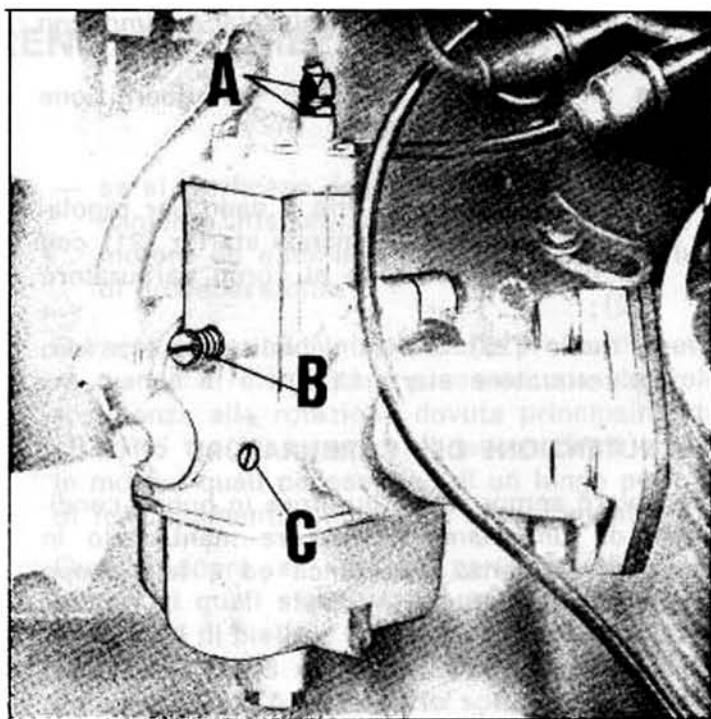

Fig. 78
- 2 - controllare la sincronizzazione delle valvole gas; questa operazione va eseguita con il contenitore filtro e manicotto di collegamento carburatori smontati; mentre si fa ruotare la manopola comando gas, con le dita a contatto delle valvole gas sui carburatori si dovrebbe individuare se le valvole aprono in uguale misura e nel medesimo istante: eventuali differenze di apertura vanno corrette agendo sulla vite tendifilo (vedere A di fig. 78) di un carburatore sino a che, ruotando la manopola gas, si constata la perfetta sincronizzazione di apertura delle valvole gas;
- 3 - regolare il minimo benzina agendo sulla vite C di fig. 78. Svitandola si aumenta l'afflusso
Con motore funzionante a circa 1000 ÷ 1200 giri, staccare la candela da un cilindro ed agire sulla vite C di fig. 78 del carburatore del cilindro opposto svitandola o avvitandola in un campo limitato sin tanto che si raggiunge il punto di miglior rendimento e cioè un leggero aumento di giri.
- 4 - staccare il cavo candela dal cilindro destro, avviare il motore, ed accertarsi che si spenga dopo quattro o cinque scoppi; se si spegne prima, o dopo, agire sulla vite di regolazione minimo valvola gas (vedere B di fig. 78) fino a che il motore si spenga
entro detto numero di giri. Ripetere l'operazione sul cilindro destro staccando il cavo candela dal cilindro sinistro ed avviare il motore; se il cilindro destro è nella normalità il motore deve spegnersi entro quattro o cinque scoppi, altrimenti passare alla regolazione agendo sulla vite (vedere B di fig. 78) come sopra sino a che il motore si spenga entro il medesimo numero di scoppi; riattaccare quindi il cavo alla candela del cilindro sinistro;